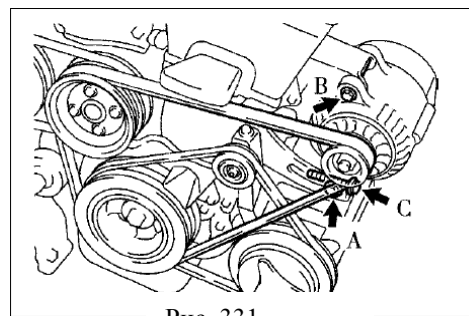

Рис. 331
- b) Открутите болты А, В, С(рис. 331)